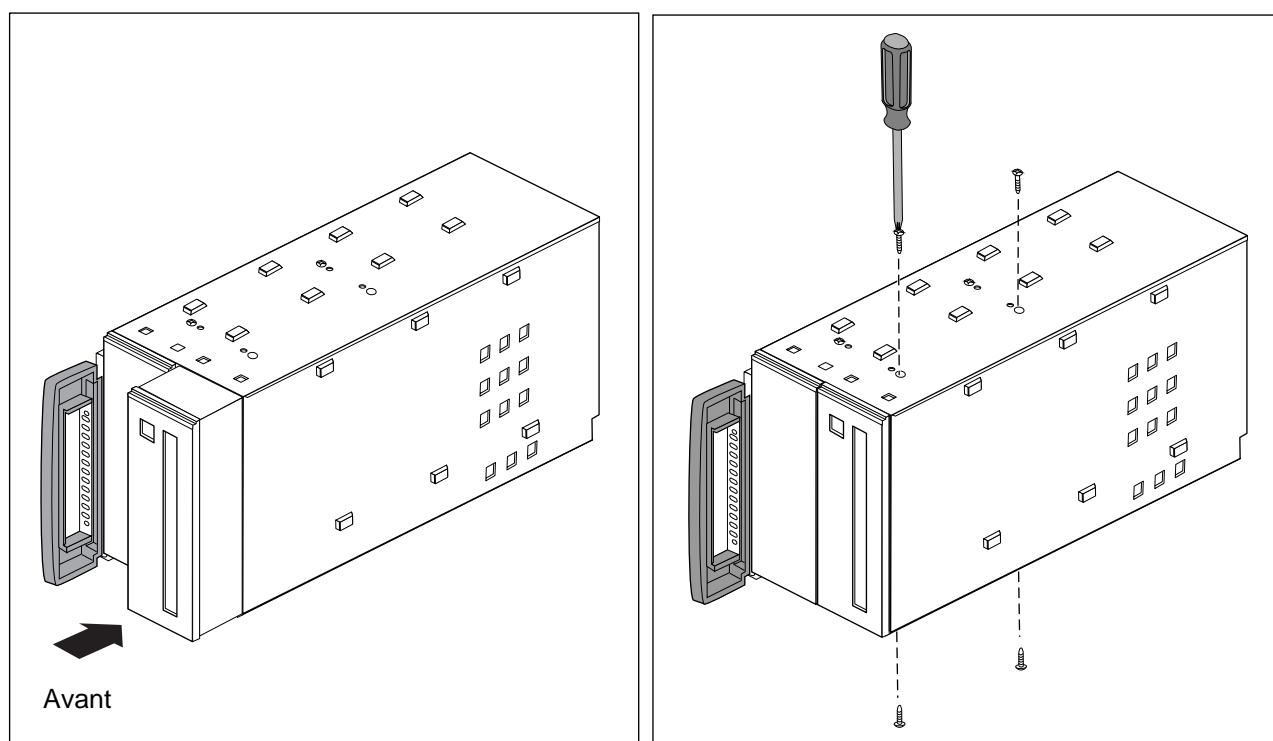

Figure 2-9 Insertion d'un lecteur de disquettes 5,25 pouces dans le tiroir de périphérique
3. Faites glisser le lecteur dans le tiroir de périphérique et fixez-le avec quatre vis sur le côté du tiroir, comme indiqué à la Figure 2-9.